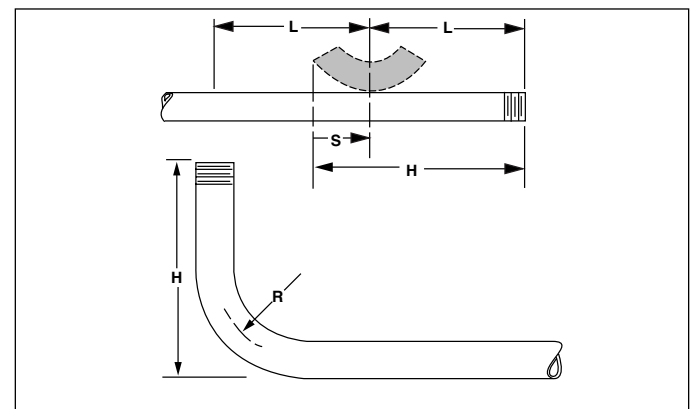

Figure 5
1. Marquer les dimensions de relevage (H) souhaitées sur la longueur droite du tuyau (voir figure 5).
2. Rechercher la taille du tuyau à cintrer dans le tableau 1 et obtenir la dimension de recouvrance (S).
3. Mesurer la recouvrance (déduire (S) et marquer le tuyau).